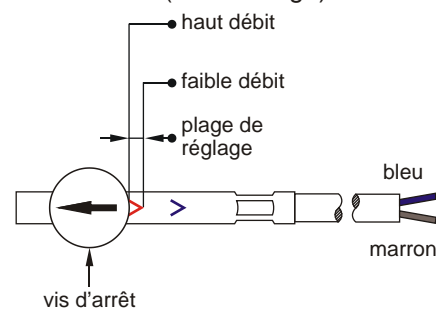
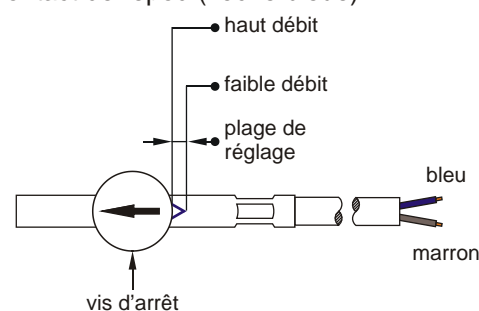

Fig. 20
Fig. 21
- ↪ Déplacer l'unité de commutation jusqu'à ce que la flèche rouge soit visible à l'entrée du guidage de l'unité de commutation si un contact de travail est désiré (→ Fig. 20) et la flèche blanche si un contact de repos est désiré (→ Fig. 21) (néant avec contact inverseur).